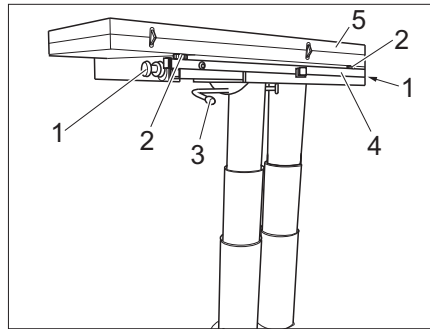

Bild 110 Förstora bord
- Lossa tumskruven (Bild 110,1) på bägge sidorna.
- Sväng låsspaken (Bild 110,3) åt vänster. Lyftbordet är upplåst.
- Dra ut (Bild 110,4) bordsstödet.
- Fäll ut bordshalvan (Bild 110,5).
- Ställ in önskad höjd på bordsskivan med de två justerskruvarna (Bild 110,2).
- Vrid låsspaken (Bild 110,3) till höger. Lyftbordet är låst.
- Lossa låsspaken (Bild 110,3).
- Fäll in bordshalva (Bild 110,5).
- Skruva i två justerskruvar (Bild 110,2).
- Skjut in bordsstödet (Bild 110,4).
- Dra fast tumskruvarna (Bild 110,1) på bägge sidorna.
- Vrid låsspaken (Bild 110,3) till vänster. Spärren är öppen.
- Skruva vid behov i justerskruvarna (Bild 110,2).